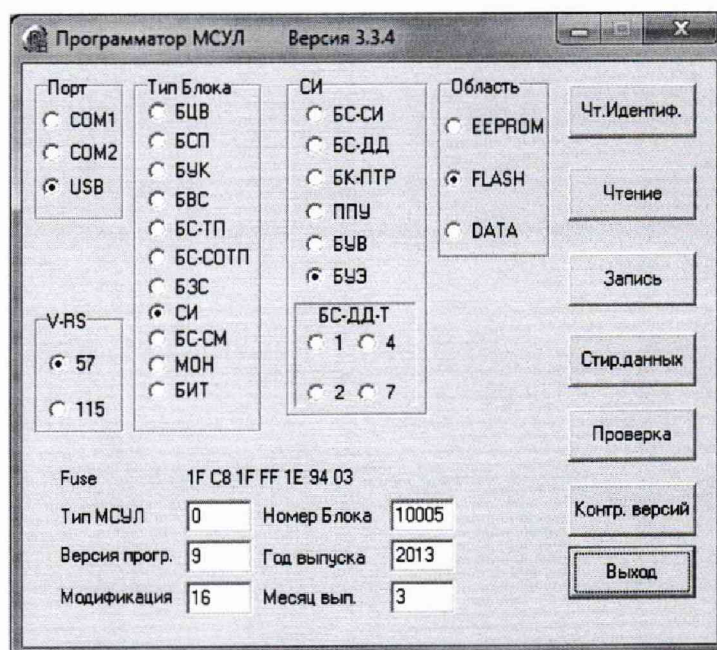

Рисунок 1 – Определение номера версии программного обеспечения
8.2.3 Для проверки идентификации заводского номера, даты выпуска и идентификационных данных ПО БУЭ запустить на ПК программу «Анализатор обмена МСУЛ» (исполняемый файл – «Sav_Msul.exe»). В программе «Анализатор обмена МСУЛ» нажать кнопку «Программатор». В окне «Программатор МСУЛ» в поле «Порт» выбрать «USB», в поле «Тип блока» выбрать «СИ», в поле «СИ» выбрать «БУЭ». Нажать кнопку «Чт.Идентиф» (см. Рисунок 1).